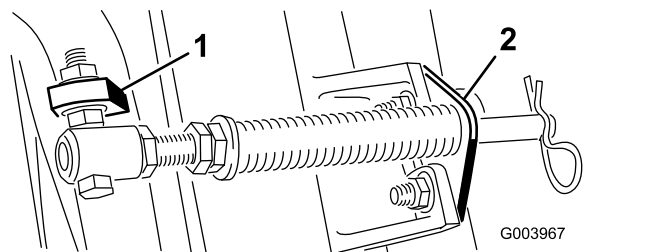

**Рисунок 10**
- A. Выверните два каретных болта и две гайки, которые крепят кронштейн штока к выступам режущего блока (**Рисунок 10**).
- B. Выверните фланцевую гайку крепления болта трубки пружины к выступу несущей рамы (**Рисунок 10**).